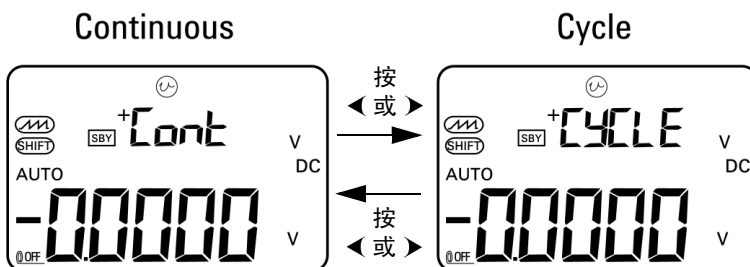

图 2-4 选择自动斜波输出模式
- 4 选取所需的  功能后，按 ◀ 或 ▶ 选择以下两个模式中的一个：连续或循环。相应地，副显示屏将显示 **Cont** 或 **CyCLE**（第 38 页上的图 2-4）。